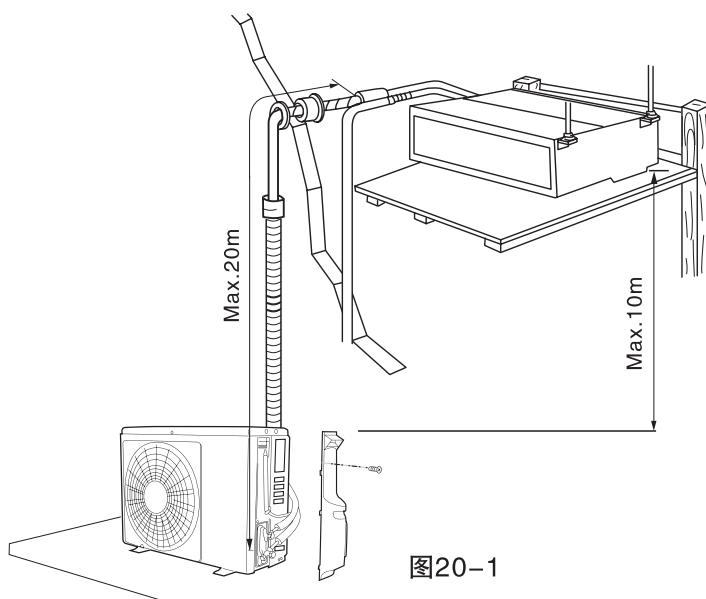

图20-1
2. 允许连接管最小长度为5米，最大长度为12米（1F25KVV）、20米（1F35KVV），不需追加制冷剂。（图20-1）